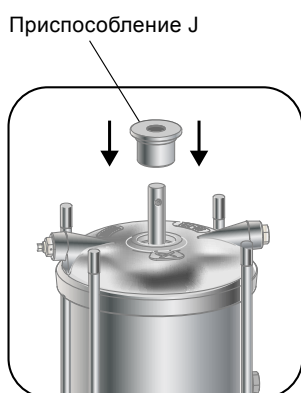

Рис. 3 Установка приспособления J в крышку головной части (2)
6. Смажьте и установите новое кольцевое уплотнение (37) в крышку головной части (2).
7. Установите крышку головной части (2) на крышку (2b). Используйте приспособление J, чтобы установить комплект камер точно по центру крышки головной части (2). См. рис. 3.